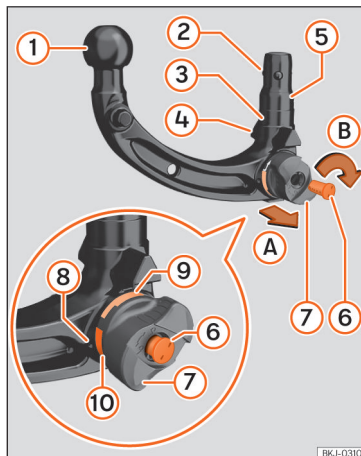

Abb. 153 Übersicht: Abnehmbare Anhängervorrichtung.
- ③ Auslöser (Kugel) für Verriegelung
- ④ Zentrierung
- ⑤ Schaft
- ⑥ Schlüssel
- ⑦ Schlüsselabdeckung
- ⑧ Handrad
- ⑨ Grüne Markierung an der Anhängervorrichtung
- ⑩ Rote Markierung am Handrad
3. Die Schlossabdeckung »»» **[Abb. 153]** ⑦ öffnen und den Schlüssel ⑥ in das Schloss stecken.
4. Den Schlüssel ⑥ entgegen dem Uhrzeigersinn drehen, bis der Pfeil auf dem Schlüssel auf das Symbol Schloss geöffnet am Handrad ⑧ zeigt.
5. Die Anhängervorrichtung mit einer Hand festhalten. Mit der anderen Hand das Handrad ⑧ in Pfeilrichtung **A** abziehen.
6. Das abgezogene Handrad ⑧ bis zum Anschlag in Pfeilrichtung **B** drehen.
8. Das Handrad ⑧ lösen.